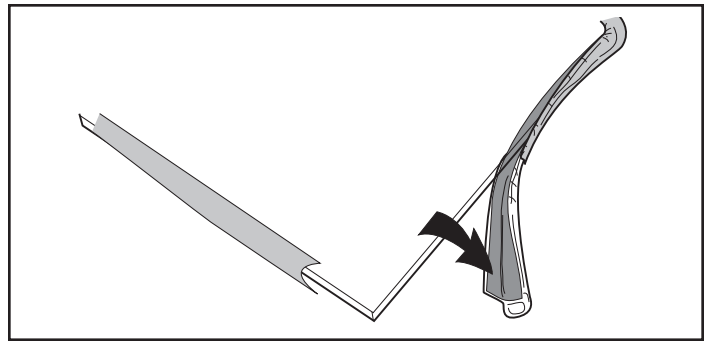

Figure 5.3 – Enrouler le matériau du joint autour du bord extérieur de la vitre.
3. En commençant du côté long, détachez la bande protectrice du joint sur une longueur de 152 mm (6 po), puis appliquez la face adhésive plate du joint autour du bord faisant face au côté extérieur de la vitre. Continuez à coller le joint à la périphérie de la vitre par section de 152 mm (6 po) et en prenant soin de ne pas étirer le matériau d'étanchéité. Ne superposez pas les extrémités du joint (figure 5.3).